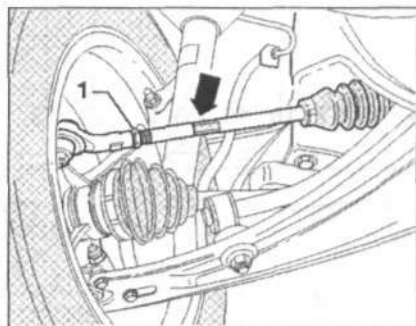

Рис. 9.58. Ослабьте гайку 1. Отрегулируйте схождение путем вращения левой/правой тяги (стрелка).
1. Ослабьте гайку 1 (рис. 9.58). Отрегулируйте схождение путем вращения левой/правой тяги (стрелка).